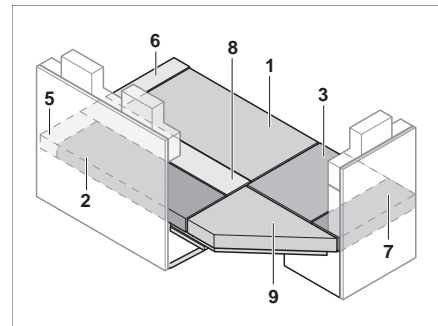

Bild 131 Nach dem Umbau
- Sitz-, Rücken- und Zusatzpolster wie in Bild 131 gezeigt auflegen.